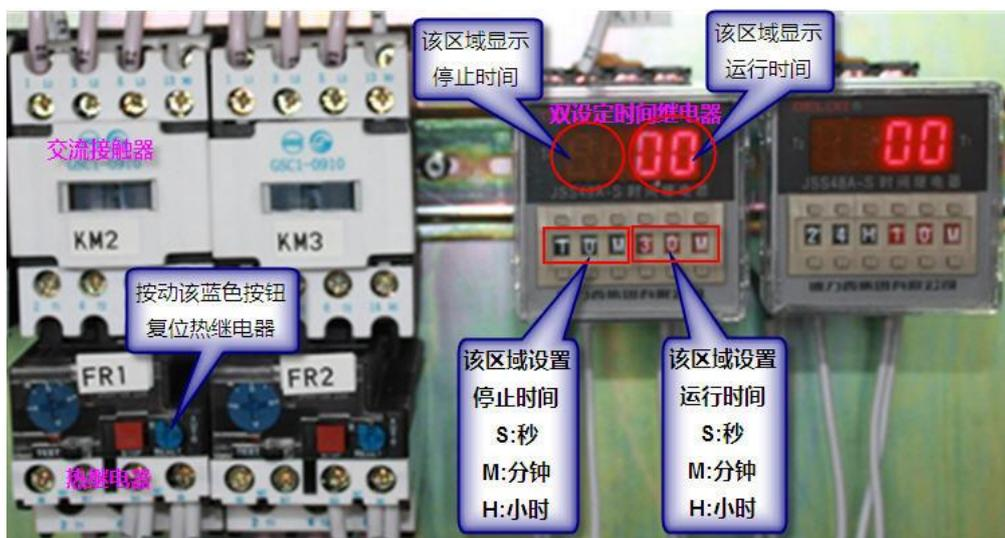

图 6 热继电器及时间继电器设置
3) 手动运行时旋转泵的启停旋钮至启动位置，但对应接触器不动作，运行指示灯不亮。先将该旋钮旋转至停止位置，再检查热继电器是否热保护，按动热继电器上的蓝色复位按钮如图 6 所示，再启动。
- 检查热继电器是否热保护，按动热继电器上的蓝色复位按钮如图 6 所示，再启动。